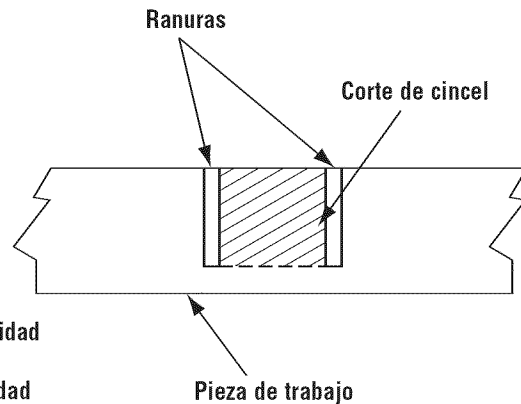

Figura 32. Ranura cortada de modo basto
5. Use un cincel para madera o haga múltiples pasadas deslizando la madera hacia un lado para quitar el material que está entre las ranuras exteriores (Figura 32).